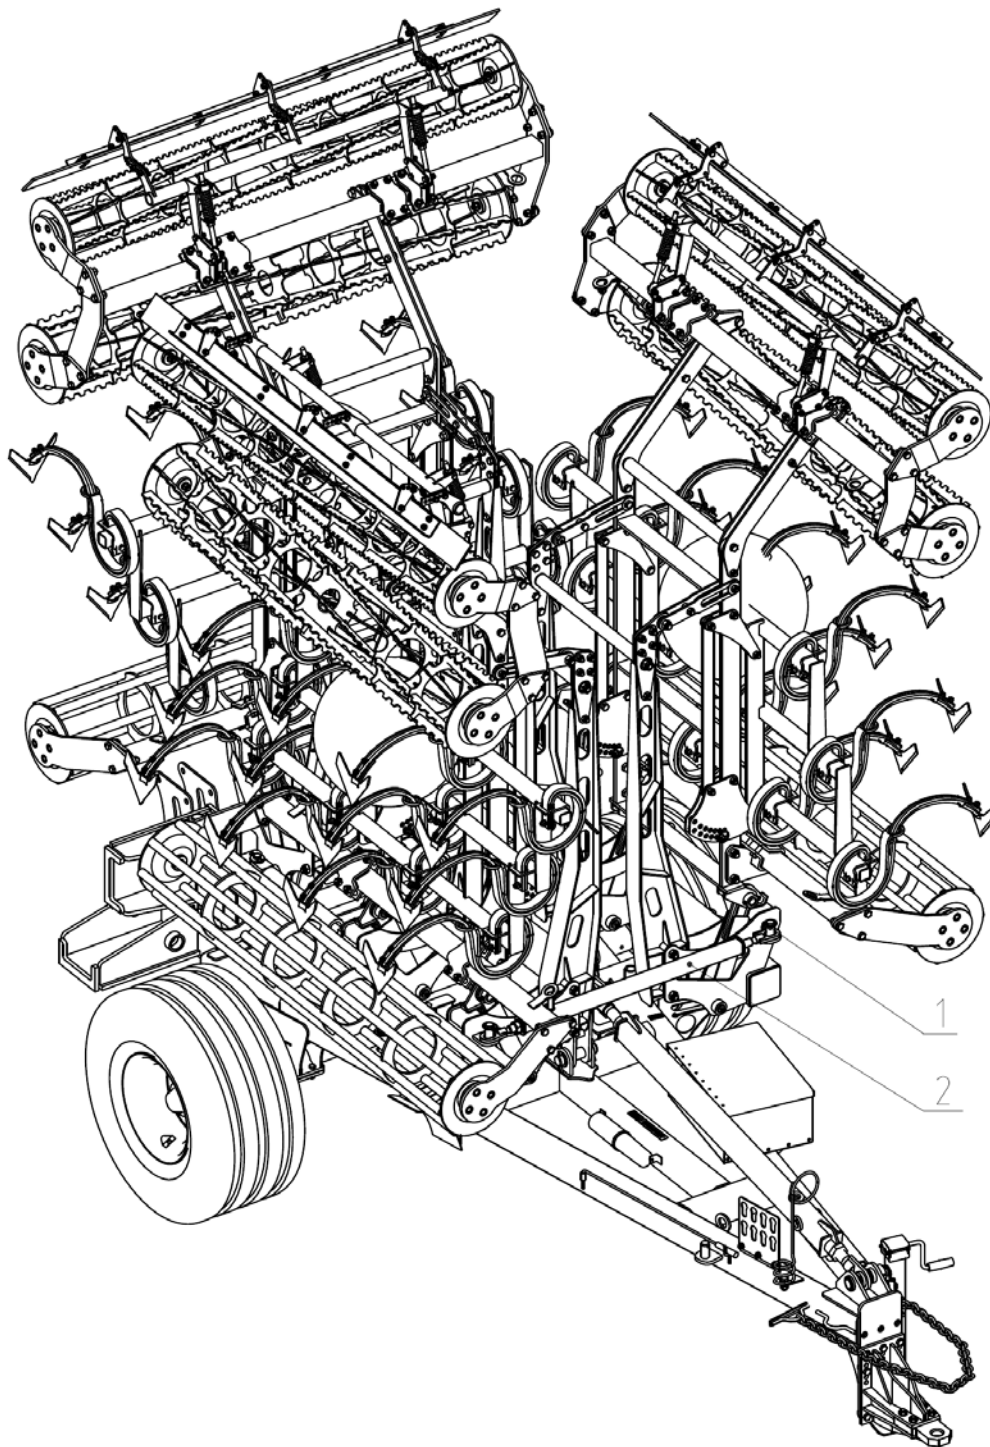

Рис.12.2 Перевод в транспортное положение.
- боковые балки в транспортном положении (рис.12.2) зафиксировать стяжкой 2 на зацепах 1;